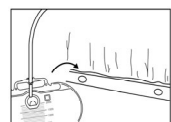

図 6
- (7) バルーン部が膀胱頸部に接触するまでカテーテルを引いて留置する。
(8) 付属の採尿バッグを膀胱よりも低く床に付かない位置に固定する（図 6）。